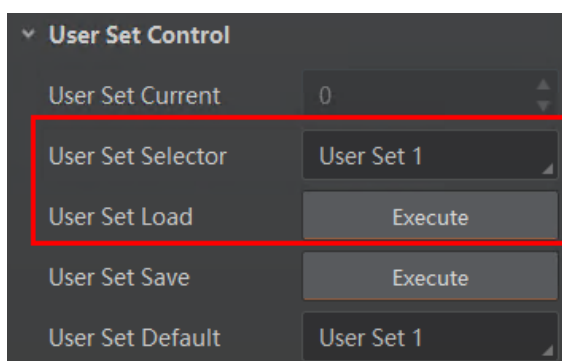

图9-10 加载参数设置
- 加载参数：在连接设备但不预览时，可对设备进行加载参数的操作。通过 *User Set Selector* 参数下拉选择其中一套参数，单击 *User Set Load* 处的 *Execute*，即可将选择的一套参数加载到设备中，如图 9-10 所示。